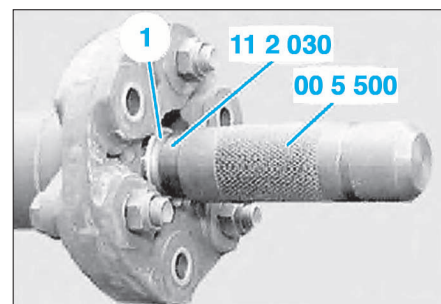

FIG. 6
- Enfoncer l'outil 11 1 310 dans le trou de centrage à l'aide d'un maillet plastique. La pression exercée sur la graisse a pour effet de chasser la douille de centrage (1) de l'arbre de transmission. Si besoin est, remettre plusieurs fois de la graisse.
- Enfoncer la douille de centrage (1) dans l'arbre de transmission au moyen des outils 11 2 030 et 00 5 500 (Fig.6).